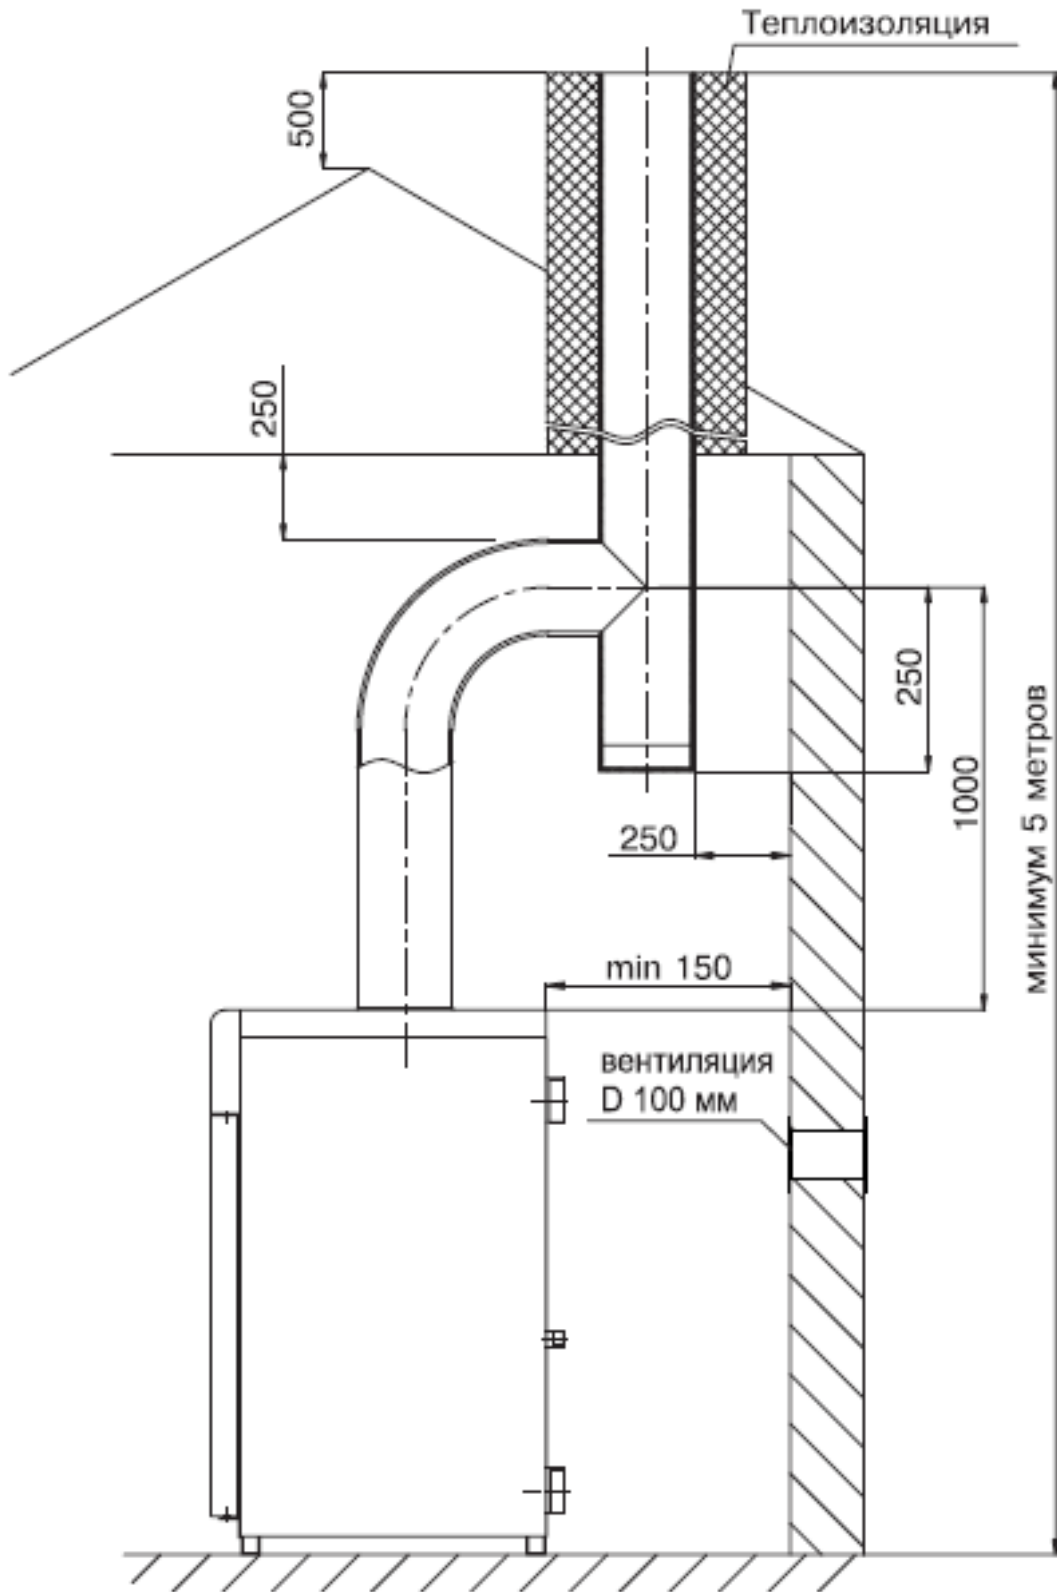

Рис. 4.
- 6.10. Устройство дымохода, к которому подключается котел, должно соответствовать СП42- 101-2003 «Общие положения по проектированию и строительству газораспределительных систем» (см. рис. 4).